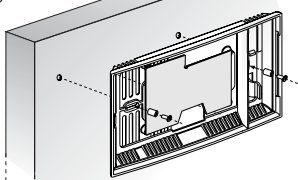

Fig. 1
Per l'apertura della sonda si deve procedere come illustrato in Fig. 2, per il fissaggio (come in Fig. 1):
• per il montaggio su parete si consiglia di utilizzare i tasselli (SS + viti 3,5x4,5) mentre per il montaggio sul pannello metallico si consiglia l'utilizzo delle viti (M3x25). N.B.: per evitare di danneggiare il sensore durante l'avvitamento delle viti o di provocare un eventuale messa a terra della calza di protezione del sensore, si consiglia l'uso dei distanziali (vedi Fig. 1) presenti nel kit di fissaggio all'interno dell'imballo.
In order to open the probe you have to operate as explained in Fig. 2, in order to fasten it, see figure 1:
• whereas for the metallic panel mounting it is advisable to use the screws (M3x25). N.B.: to avoid damaging the sensor during the screwing of the screws and causing a possible earth connection of the sensor protection shield, it is advisable to use the spacers (see Fig. 1) contained in the fastening kit within the packaging.